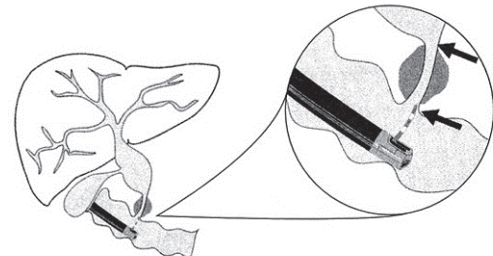

図1
- (1) 3.2mm以上のワーキングチャンネルを有する上部消化管用(側視型)内視鏡を十二指腸にまで挿入する。
- (2) 総胆管に ERCP カニューラを挿入し、位置を決定するために胆道造影を行なって病変の長さを測定する(図1参照)。カニューラのサイズによっては、経管的にガイドワイヤが挿入可能である。併用するカニューラとガイドワイヤの添付文書を参照すること。必要があれば、胆管挿入口を確保するために乳頭切開術(EST)を行なう。